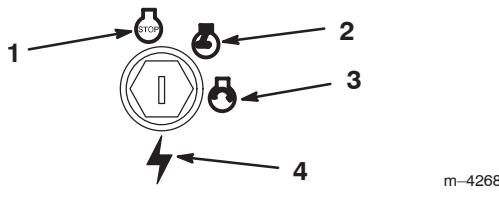

Figure 7
- Tournez la clé de contact en position Contact coupé (Fig. 7).